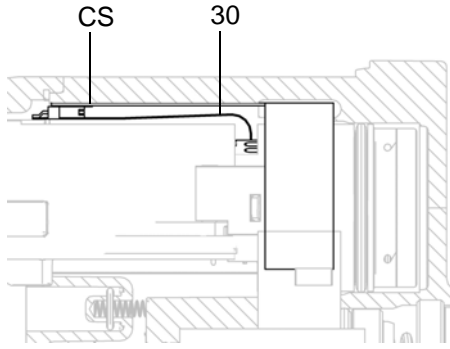

FIG. 36. Esnek Devrenin Bağlanması
8. Güç kaynağı/türbin donanımını tabancanın gövdesine (10) takın. Topraklama şeritlerinin (EE) tabanca gövdesine temas ettiğinden emin olun.
Yalnızca akıllı modellerde: 6 pinli esnek devrenin (30) konektörünü tabanca gövdesi üstündeki soket (CS) ile hizalayın. Bkz. FIGURE 36.